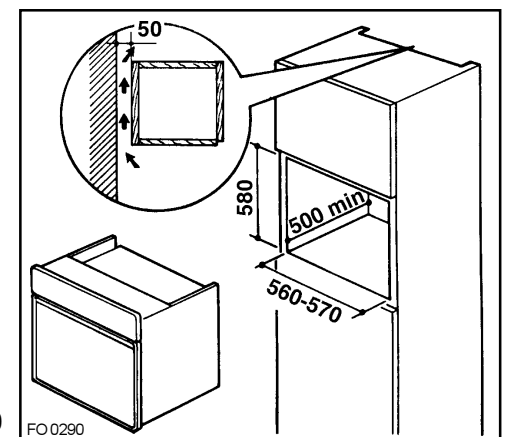

Fig. 10
- Encastrement dans un meuble colonne (Fig. 10)